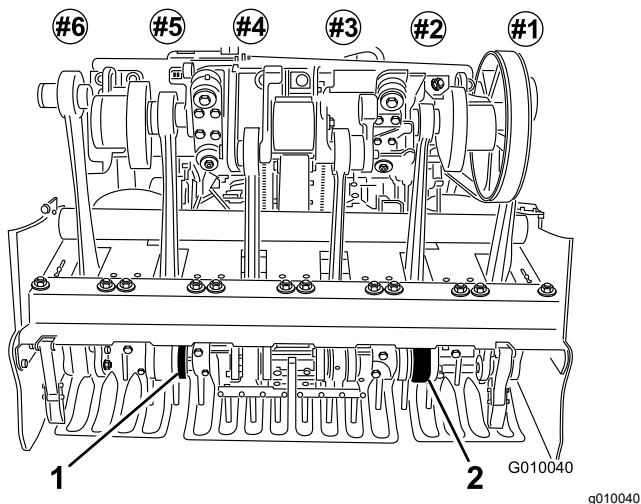

Figura 25
6. Instale taladros en los portataladros N° 2 y N° 5 (Figura 25). Apriete los pernos.